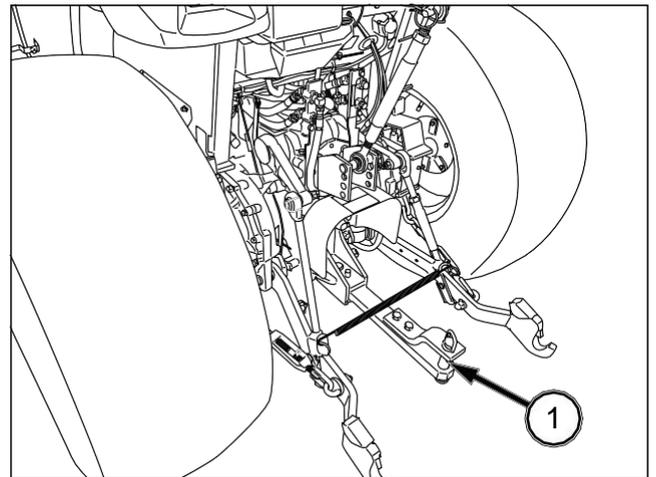

FIG. 143
FIG. 143: El enganche trasero (1) situado en la parte trasera del tractor permite instalar equipos remolcados. El tractor no dispone de circuito de frenado para el remolque.